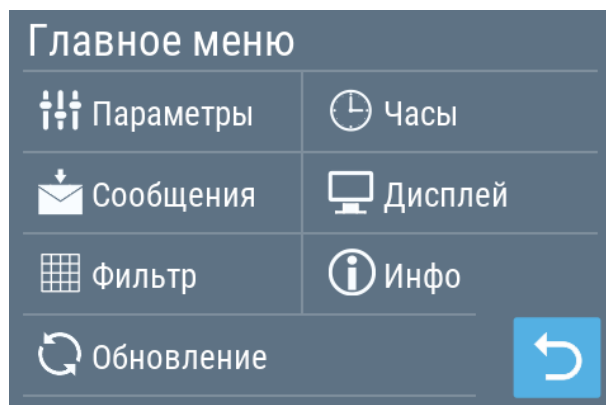
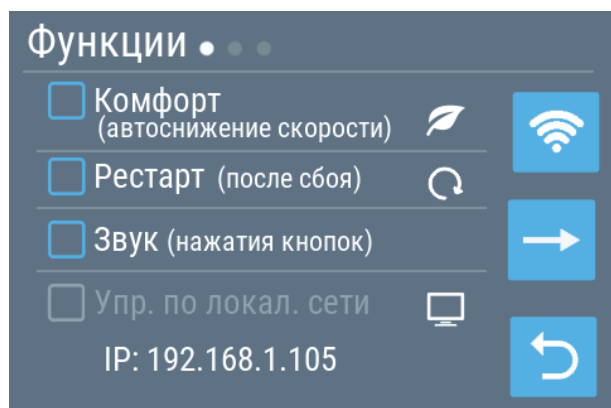

Рисунок 3.4
Рисунок 3.5
3.2 Для управления панелью с помощью смартфона, а также, автоматического обновления ПО в устройстве имеется встроенный WiFi. Все настройки производятся из раздела **Главное меню** (Рисунок 3.4). Для перехода в **Главное меню**, нажмите кнопку . Для настройки WiFi перейдите в раздел **Функции** (Рисунок 3.5), для чего нажмите последовательно кнопки  Параметры и . Раздел **Функции** имеет 2 экрана.